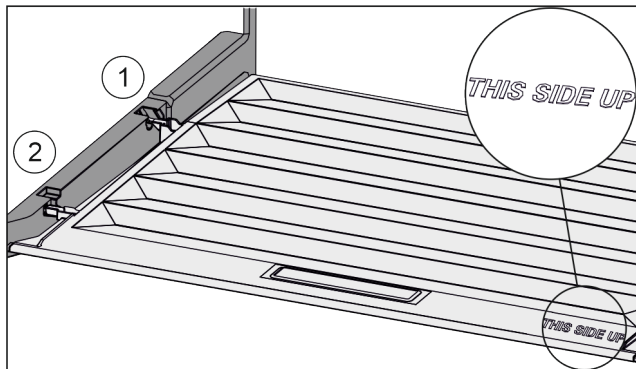

Fig. 117
- ▶ Inserire le nervature del coperchio attraverso l'apertura del supporto posteriore Fig. 117 (1) e innestare anteriormente nel supporto Fig. 117 (2).